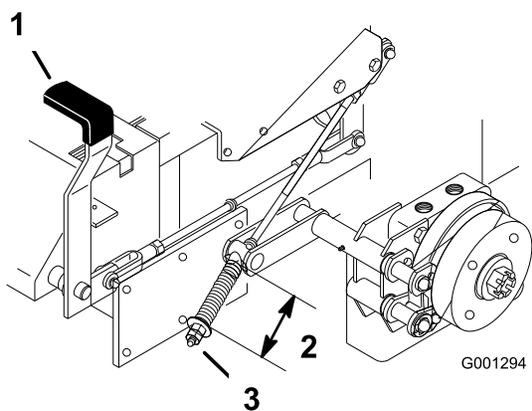

Figura 66
2. Misurate la lunghezza della molla. La misura tra le rondelle deve essere di 64 mm (Figura 66).
3. Nel caso in cui occorra effettuare una regolazione, rilasciate il freno di stazionamento, allentate il controdado sotto la molla e serrate il dado immediatamente sottostante la molla (Figura 66). Girate il dado fino ad ottenere la misura esatta. Girate il dado in senso orario per accorciare la molla, o in senso antiorario per allungarla.